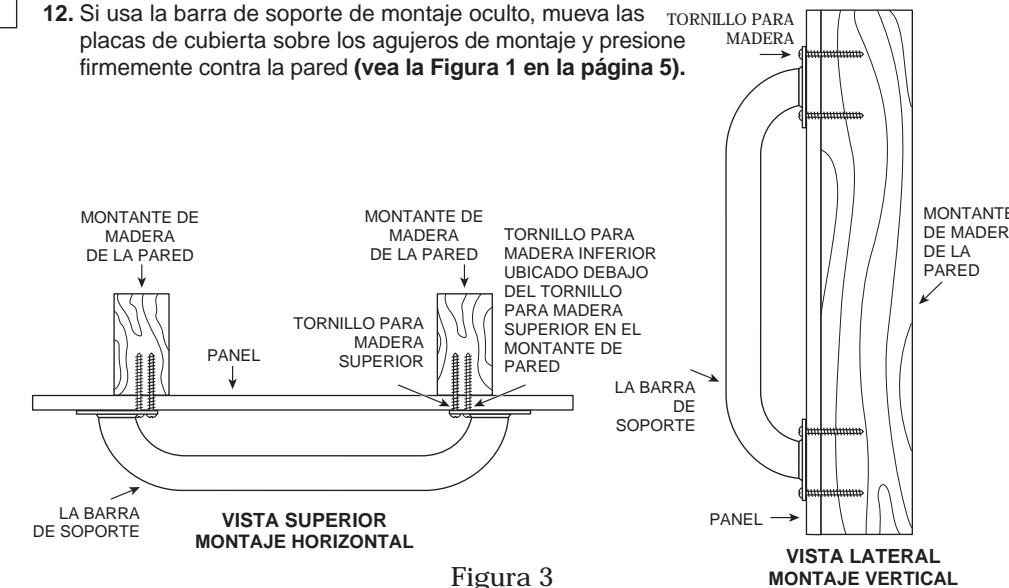

Figura 3
9. Inserte los tornillos para madera provistos dentro de un extremo de la barra de soporte. Atornille en la pared y en el montante de pared (**APRIETE A MANO ÚNICAMENTE**) (vea la Figura 3).